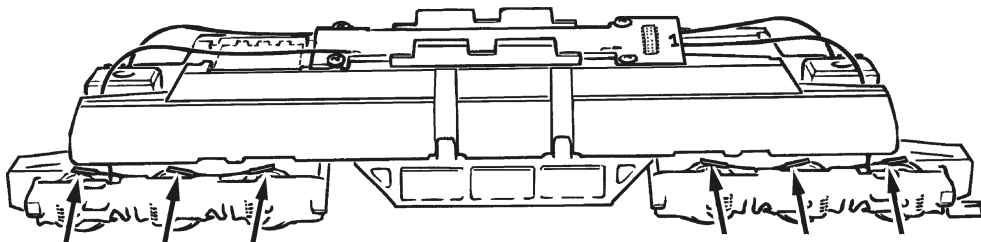

Fig. 5
**Aufrüstung:** Sie können für Ihren Fahrbetrieb unter verschiedenen Kupplungen wählen (Fig. 5). Wir empfehlen den Einsatz der ROCO-Kurzkupplung.
Im beigelegten Zurüstbeutel finden Sie auch kleine vorbildgetreue Steckteile für eine erweiterte Aufrüstung Ihres Modells (Fig. 5), die Sie bitte **vorsichtig montieren**. **Achtung!** Kleben nur mit ausdrücklichem Hinweis.
**Fittings:** Operation is possible with different couplings (fig. 5). We recommend using the ROCO close coupling. In the enclosed accessory bag you will find small kits to be fitted on your locomotive. Please **mount them cautiously**.
**Attention!** Use glue only if indicated (fig. 5).
**Les attelages:** En vue d'une exploitation pratique sur votre réseau vous pouvez choisir parmi plusieurs types d'attelages conformes aux différents systèmes d'attelage pratiqués en H0 (voir fig. 5). Nous vous recommandons l'emploi de l'**attelage court ROCO**.
Le sachet joint comprend entre autres des petites pièces de finition conformes à la réalité et à **rapporter avec précaution** par le modéliste (fig. 5), si désiré. **Attention:** N'utilisez de la colle qu'aux endroits expressément indiqués aux dessins!